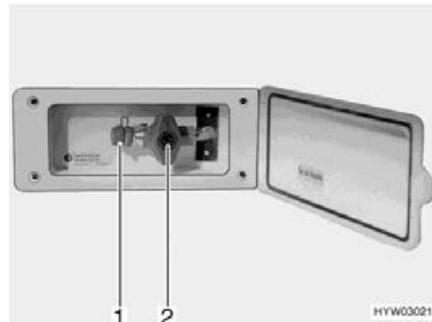

Bild 169 Externer Gasanschluss
- Externes Gasgerät an der Anschluss-Stelle (Bild 169,1) anschließen.
- Das Gasabsperrentil (Bild 169,2) öffnen.